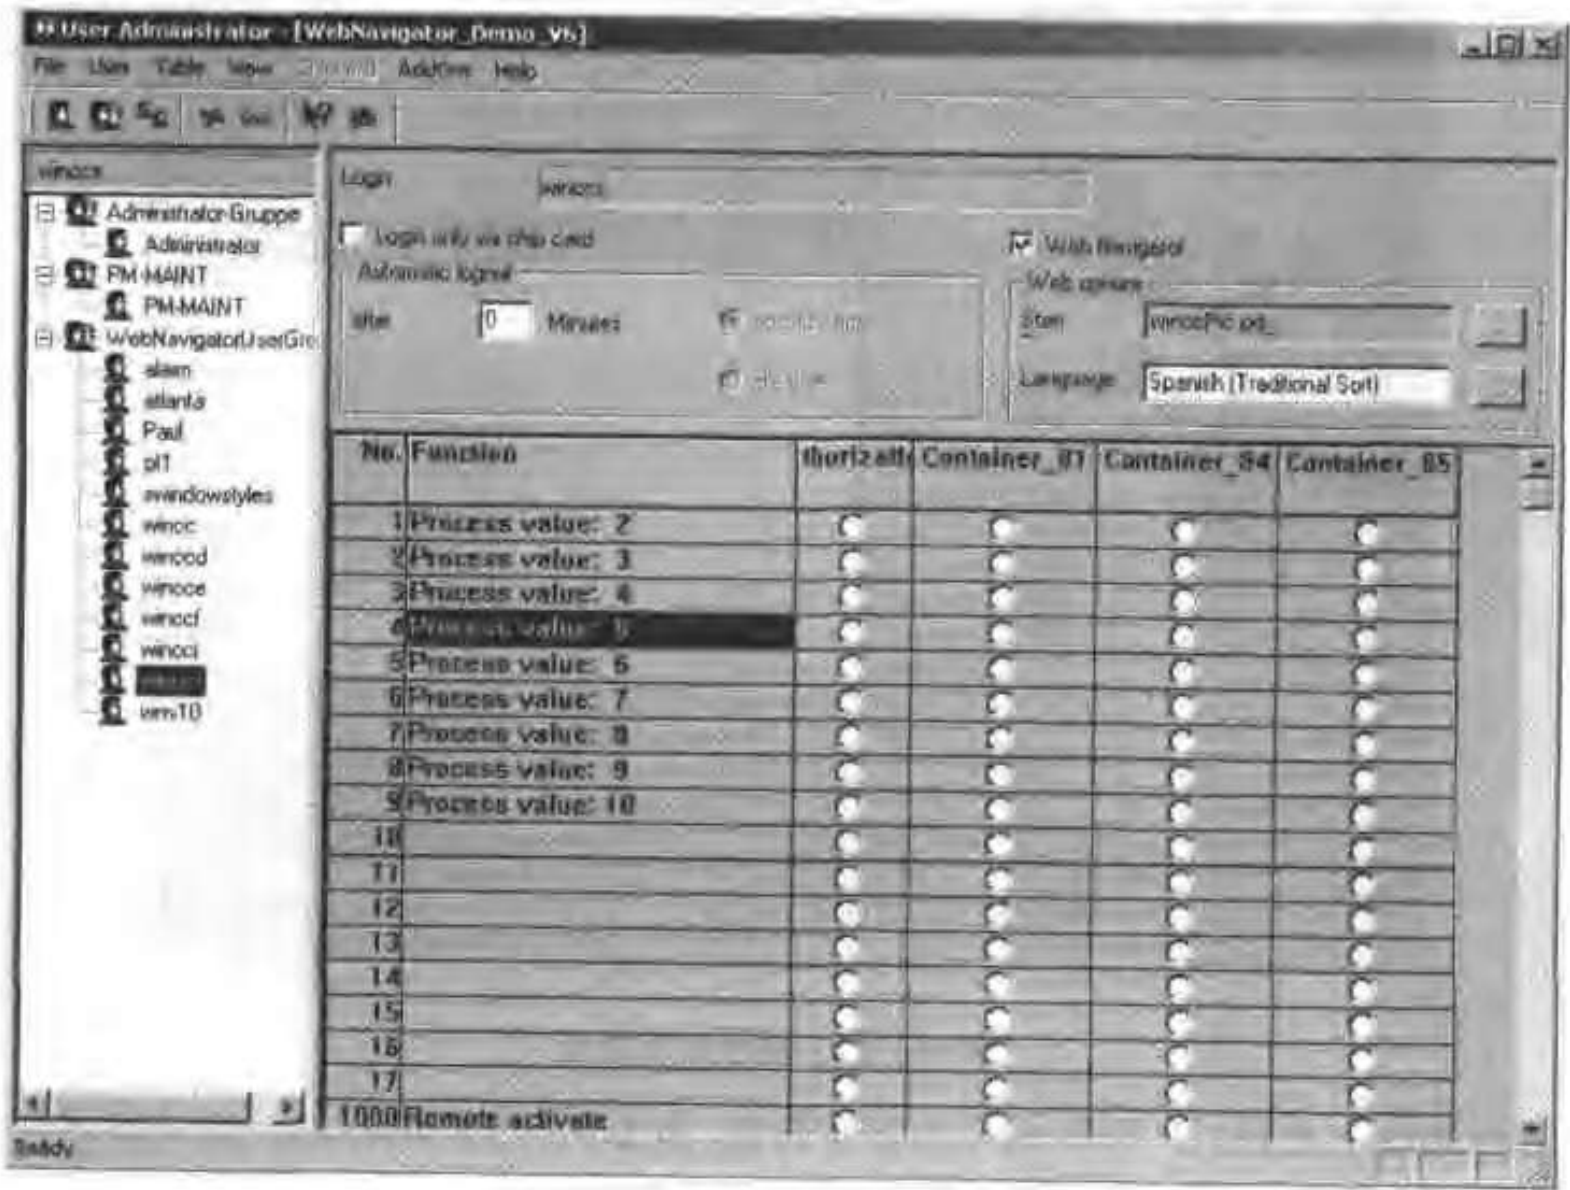

图 15-24 用户管理器
- 在快捷菜单中选择 Open 命令，出现如图 15-24 所示的对话框。